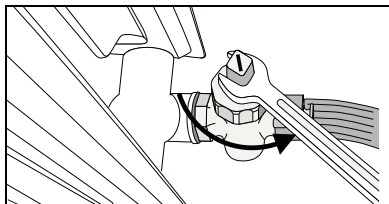

Fig. 27 Aftapning af vand i varme anlægget
- Dette gøres ved at aftappe kedel vandet på det laveste punkt i varme anlægget ved hjælp af brugsvandsopvarmningen tømmehanen eller radiatoren (→ fig. 27). Samtidig skal (den automatiske) udlufter på varme anlæggets højeste punkt være åbnet (→ fig. 17, side 27).